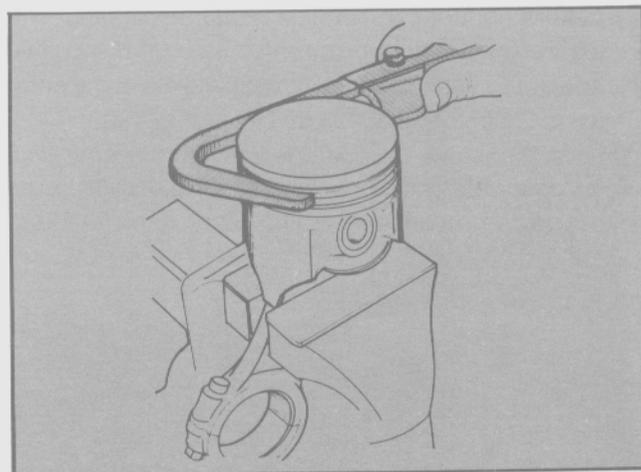

Fig. 74 - Extracción de los depósitos carbonosos de las ranuras.
- a) Empleando una herramienta adecuada, extraer los depósitos carbonosos de las ranuras de los aros. (Fig. 74).